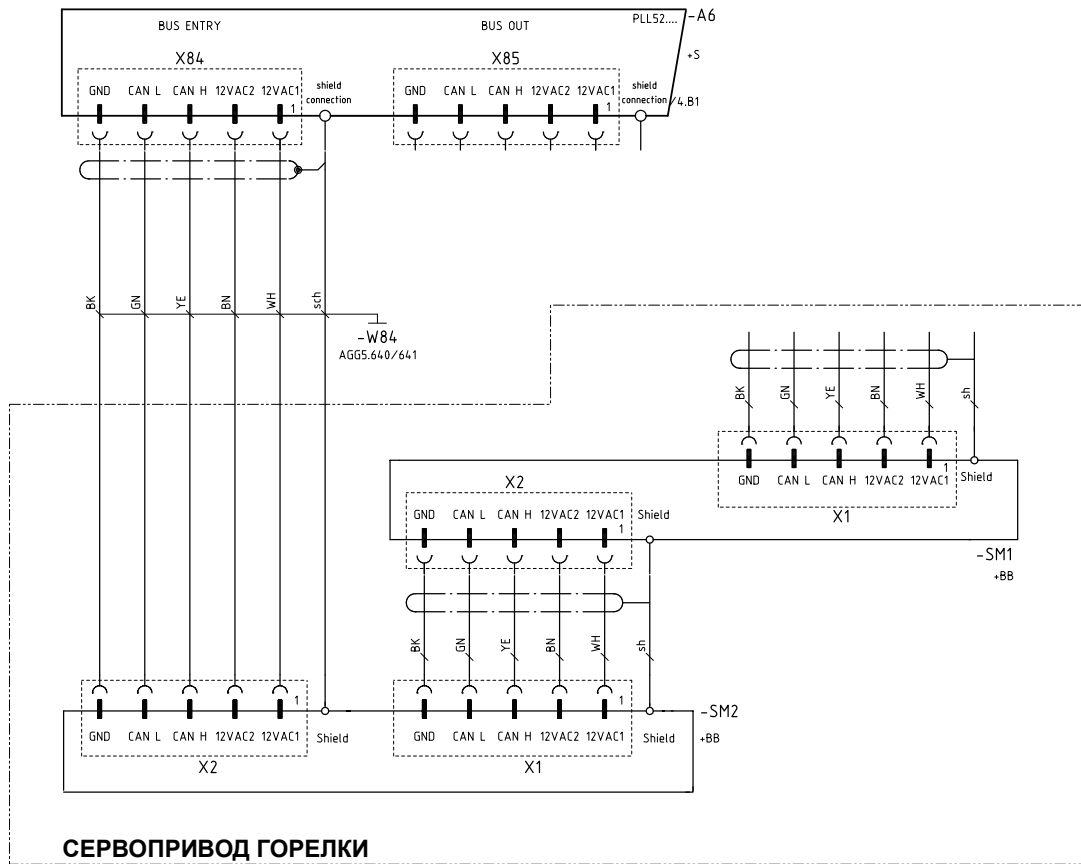

Рис. 7
- Установите поставляемый в комплекте кабельный ввод на последний сервопривод горелки (см. Рис. 7).